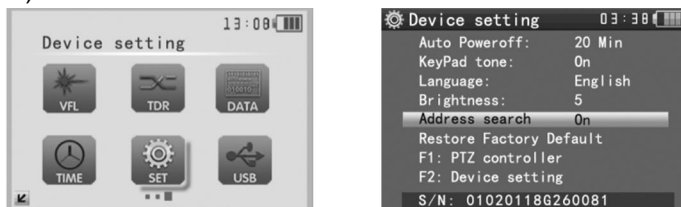

Рис. 53 Подменю **Device setting**
2. С помощью кнопок  выберите подменю  и нажмите  (Рис.53).